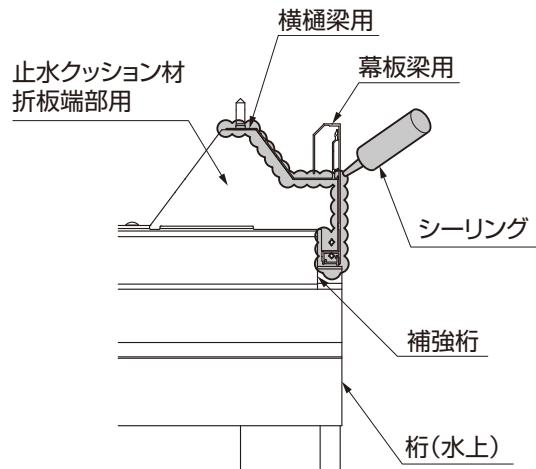
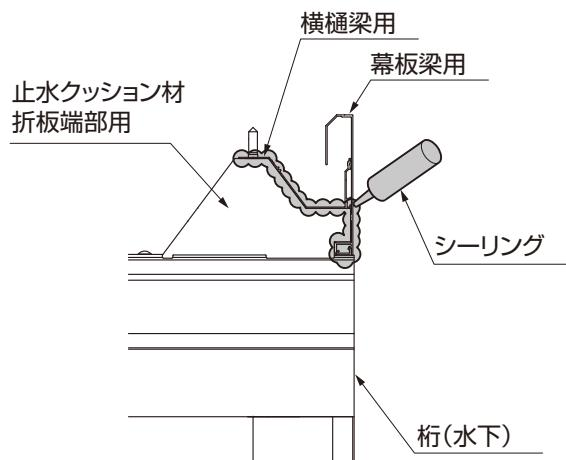

図16-20 (水上側)端部面戸
図16-21 (水下側)端部面戸
- 折板端部の止水クッション材にシーリングしてください。(図16-20、図16-21参照)